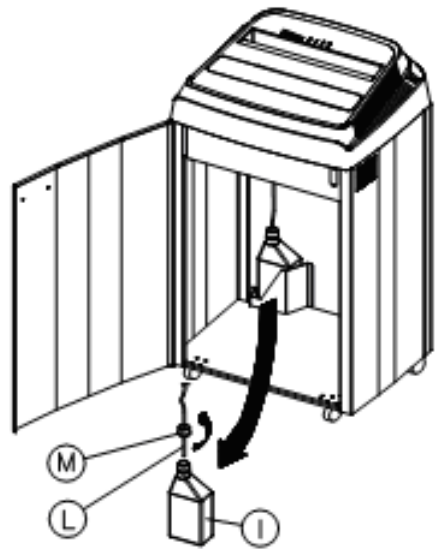
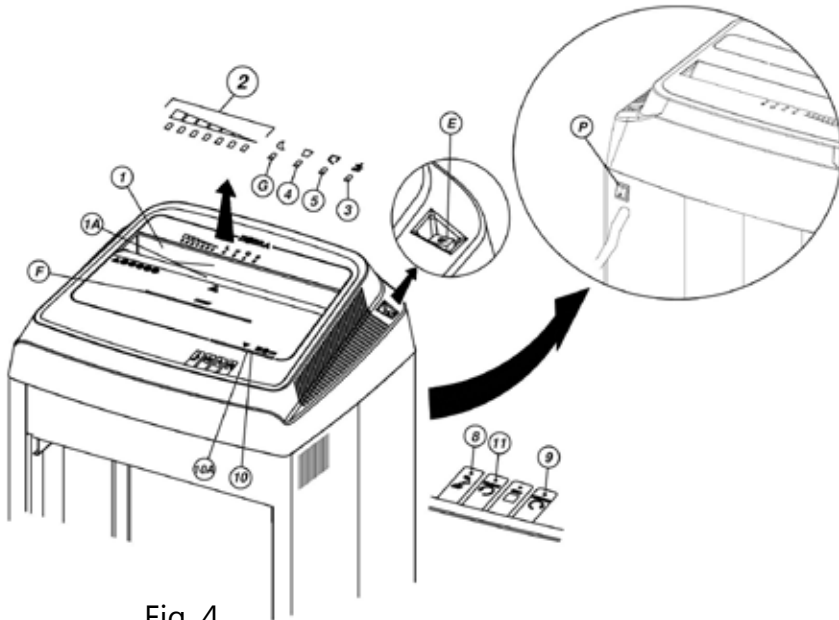

Fig. 2
Fig. 4
### USO DELL'APPARECCHIO (FIG.4)
### DISTRUZIONE DI FOGLI SINGOLI (FIG.4)
Dopo aver collegato l'apparecchio alla rete elettrica, premere l'interruttore ON/OFF (E) fig.4, la barra led (F) fig.4 si illumina e la macchina è pronta per il funzionamento.
Durante i primi minuti di funzionamento, il led luminoso (8) fig.4 potrebbe lampeggiare in quanto il tubetto di mandata olio non è ancora completamente pieno. Per accelerarne il riempimento e spegnere il led OIL (8) far funzionare l'apparecchio a vuoto 3/4 minuti tenendo premuto il tasto FORWARD (9) fig.4.
La mancanza di olio nel contenitore viene segnalata dal led OIL (8) fig.4 lampeggiante.
#### SOSTITUZIONE CONTENITORE OLIO FIG.2
**ATTENZIONE !!!** il led luminoso (8) fig.4 potrebbe, durante i primi minuti di funzionamento e dopo la sostituzione del contenitore olio (I), continuare a lampeggiare, in quanto il tubetto di mandata olio non è ancora completamente pieno. Per accelerarne il riempimento far funzionare a vuoto per almeno 3/4 minuti consecutivi il distruggidocumenti, oppure tenere premuto il tasto FORWARD (9).
Comunque è buona norma controllare periodicamente la quantità di olio presente nel contenitore ( I ) fig.2. La mancanza di olio nel contenitore è segnalata dal led luminoso (8) fig.4.
#### *FUNZIONAMENTO FIG.4*